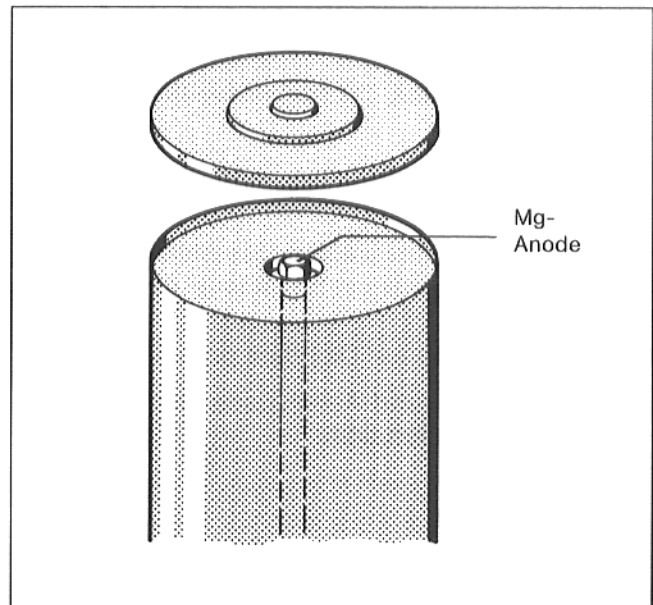

Abb. 10 – WF 165 / 205
- Prüfen ob Magnesiumanode so eingebaut ist, daß die elektrische Verbindung zwischen Anode und Speicherbehälter gewährleistet ist (Abb. 10).
- Kaltwasserzulauf schließen, Speicherentleerung (EL) öffnen. Zur Entlüftung einen höhergelegenen Zapfhahn öffnen.
- Mg-Anode ausbauen und Anodenabbau prüfen (WF 165/205, Abb. 10 u. 12).